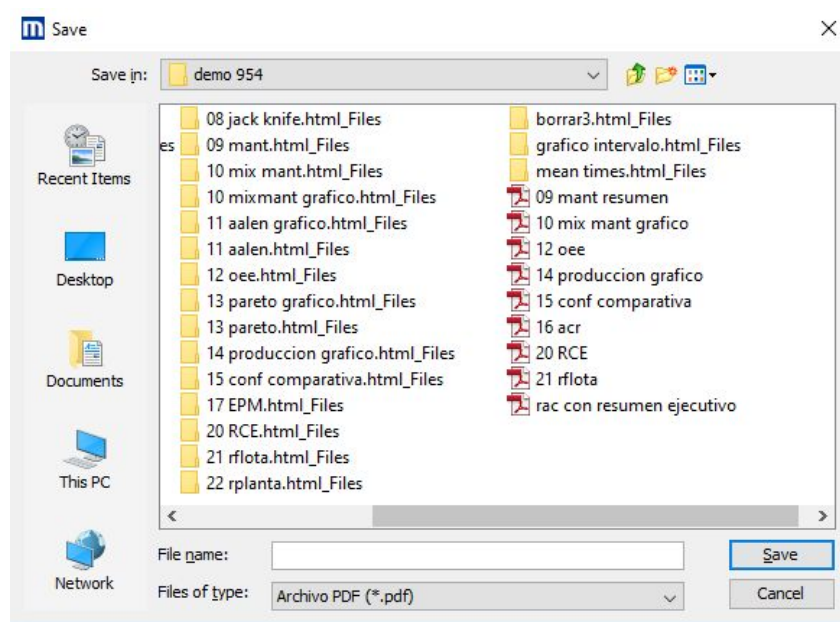

Ilustración 6: Exportación Reporte
- **Exportación del reporte a archivo:** Luego de configurar los períodos según se requiere, seleccionar la visualización de gráficos deseada e incluir las observaciones pertinentes se puede proceder a exportar el reporte de la lista seleccionada en formato HTML, XLS o PDF. Se pueden realizar varias exportaciones según los formatos que se requieran. También está la opción de elegir orientación vertical u horizontal (sólo reporte en PDF). Si la exportación es exitosa se muestra un mensaje de confirmación (Ver Ilustración 6).